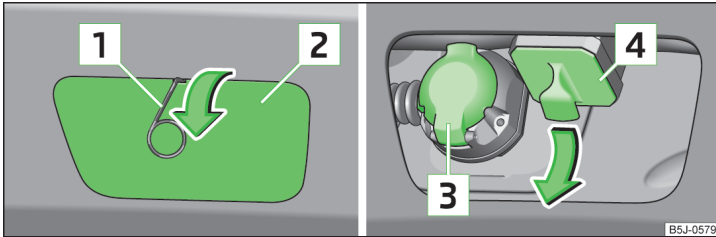
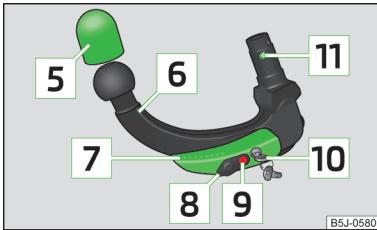

Abb. 120 Abdeckkappe abnehmen: am hinteren Stoßfänger / für den Aufnahmeschacht
Abb. 121 Kugelstange
Bildbeschreibung » Abb. 120 und » Abb. 121
- Die Abdeckkappe am hinteren Stoßfänger **2** » Abb. 120 auf Seite 126 mithilfe des Bügels zum Abziehen der Radvollblenden in Pfeilrichtung abnehmen.
- Die Abdeckkappe für den Aufnahmeschacht **4** » Abb. 120 auf Seite 126 in Pfeilrichtung abziehen » **!**.
Die Kappe **2** sowie die Kappe **4** » Abb. 120 auf Seite 126 nach dem Abnehmen an einer geeigneten Stelle im Gepäckraum aufbewahren.
- Die Abdeckkappe für den Aufnahmeschacht **4** » Abb. 120 auf Seite 126 entgegen der Pfeilrichtung einsetzen.
- Die Abdeckkappe am hinteren Stoßfänger **2** » Abb. 120 auf Seite 126 an die „Häkchen“ im unteren Stoßfängerbereich ansetzen.